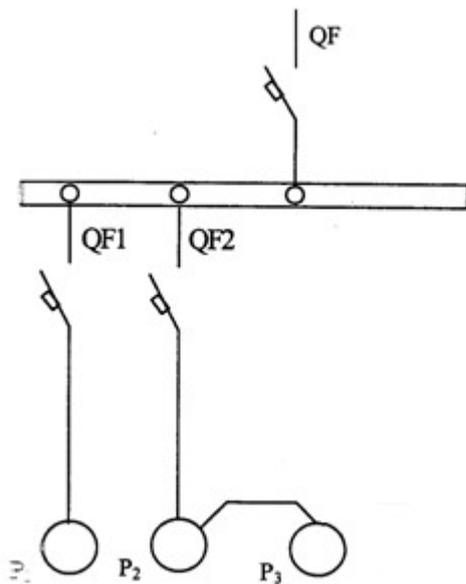

Рисунок 32 - Схема распределительной сети
**Пример 11** Рассчитать токи электроприемников и выбрать автоматические выключатели в распределительном шкафу серии ПР8501 (рис. 32). Известны номинальная мощность каждого электроприёмника:  $P_1 = 16,1$  кВт;  $P_2 = 14,3$  кВт;  $P_3 = 7,3$  кВт, коэффициент мощности каждого потребителя:  $\cos \varphi_1 = 0,8$ ;  $\cos \varphi_2 = 0,8$ ;  $\cos \varphi_3 = 0,6$  и коэффициент спроса  $K_c = 0,85$